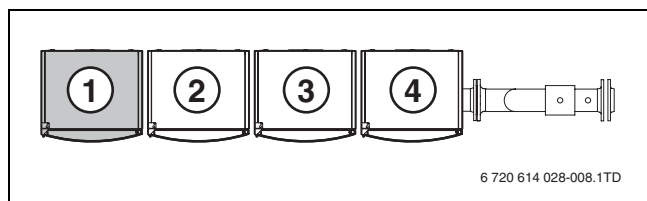

Bild 6 Montagerihenfolge bei TL Linienaufstellung
- ▶ Erstes Heizgerät gemäß Bild 6 an den Kaskadenrahmen aufhängen.
Bei der Montage des Heizgerätes unbedingt die Reihenfolge wie in Bild 6 angegeben berücksichtigen.